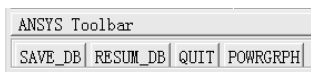

图 1-25 工具条
(9) 单击操作界面左上角工具条中的“SAVE\_DB”按钮(见图 1-25)保存文件。如果看不到“SAVE\_DB”, 可以先单击一下“ANSYS Toolbar”。